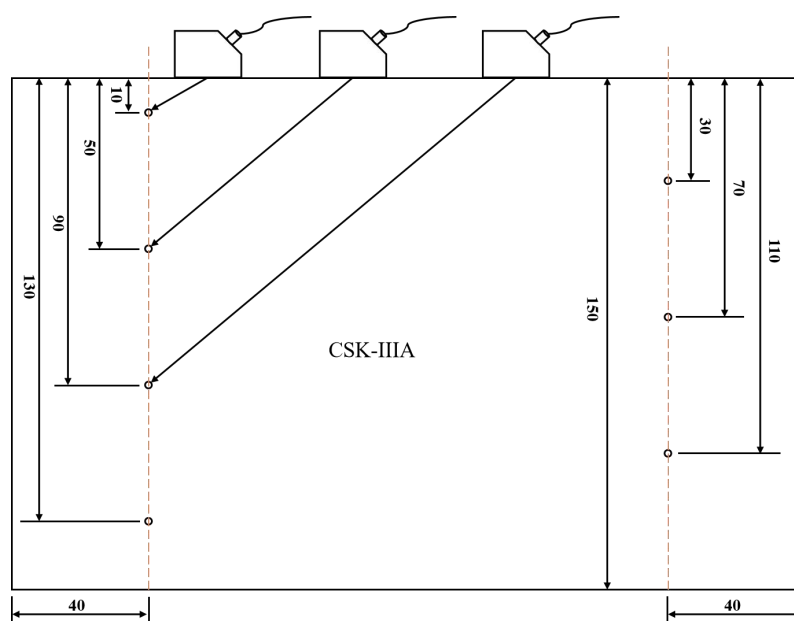

图 4.4 绘制 DAC 曲线时斜探头放置区域
①常用功能界面中，点击【曲线功能】，点击功能状态栏上的【制作】，仪器进入 DAC 曲线的测试点采取，屏幕左上角出现“测试点 0”；
②将斜探头放置在 CSK-III A 试块上，对准试块上的反射孔，缓慢移动探头直至找出该孔的反射回波，如图 4.4 所示；